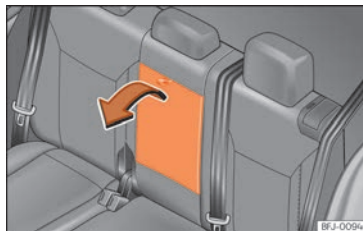

Abb. 100 Herausklappbare Mittelarmlehne hinten.
- Zum *Ausklappen* der Armlehne, Zugschlaufe in Pfeilrichtung ziehen »» (Abb. 100).